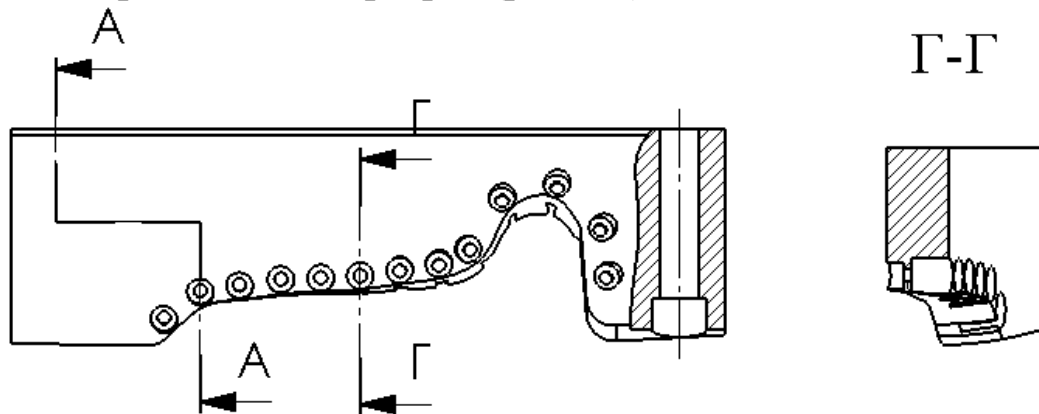

Рис. 31
6. Нажмите в том месте графической области, где необходимо расположить разрез (рис. 31).